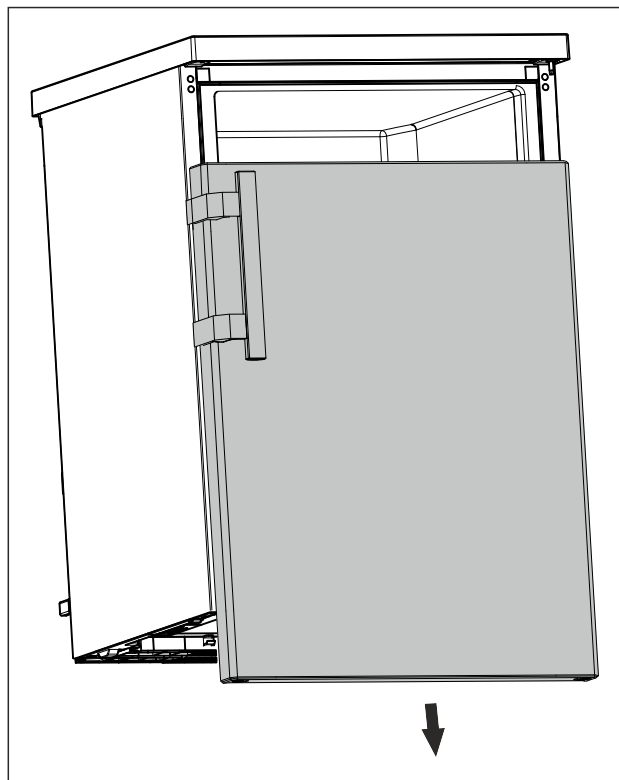

Fig. 17
- ▶ Stiahnite dvere nadol. (pozri Fig. 17)